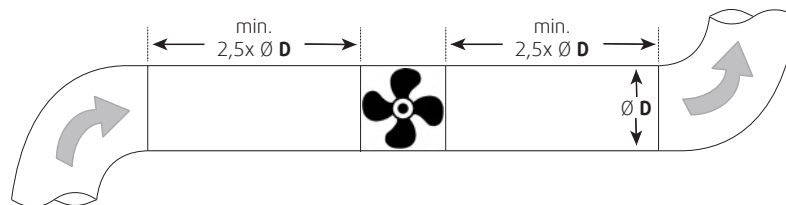

Рис. 1 Прямые каналы
- ◆ Обеспечить равномерную и постоянную подачу воздуха на устройство. Обеспечить свободный выпуск. См. Рис. 1 Прямые каналы, стр. 6.